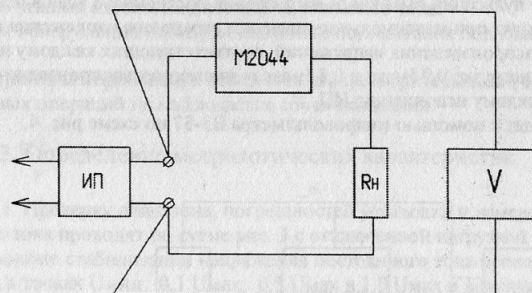

Рис. 5
9.3.5. Проверку нестабильности постоянного тока в режиме стабилизации тока при изменении напряжения постоянного тока на нагрузке проводят с помощью вольтметра постоянного тока по схеме рис. 5.
К ИП подключают милливольтметр В3-57 по схеме рис. 5 и определяют эффективное значение пульсаций.